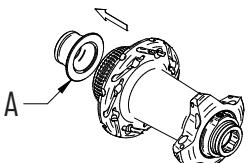

FIG. 2
- Infilate una chiave a brugola (M) da 12mm sul lato destro e sinistro del perno mozzo e svitate in senso antiorario lo scontro (B) (Fig. 2)
- Utilizzando un apposito utensile, inserite entrambi i nuovi cuscinetti (S) nella loro sede controllandone la corretta scorrevolezza
- Infilate nuovamente il perno del mozzo (C) e chiudete lo scontro (B) con la chiave a brugola (M) da 12mm (Fig. 2) alla coppia di chiusura di 15Nm (Fig. 2). Se necessario effettuare una registrazione del mozzo agendo sulla ghiera (F) (Fig. 2):
- Allentate il grano (I) con una chiave a brugola (L)
- Ruotate la ghiera (F) in senso orario per diminuire la scorrevolezza del movimento, e in senso antiorario per aumentare la scorrevolezza del movimento.
- Richiudete il grano (I) (Fig. 2)
- Infilate lo scontro (A) (Fig. 2)